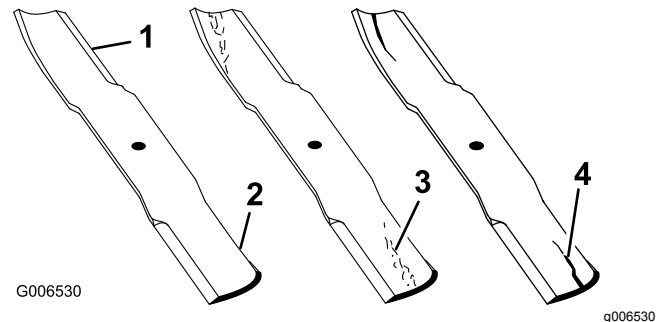

Bild 81
4. Wenn Sie Risse, Verschleiß oder Rillenbildung in diesem Bereich feststellen, sollten Sie sofort ein neues Schnittmesser einbauen (Bild 81).
1. Untersuchen Sie die Schnittkanten (Bild 81).